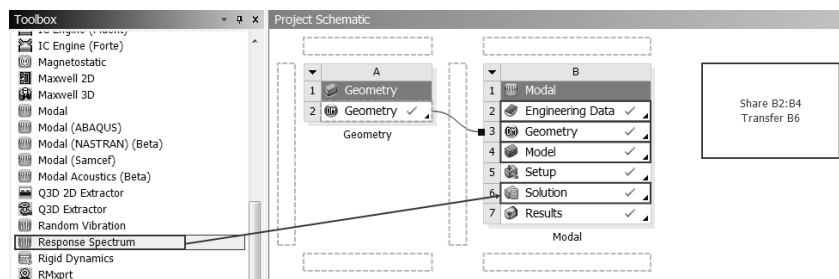

图 8-24 响应谱分析
Step1：回到 Workbench 主界面，如图 8-24 所示，选择 Toolbox(工具箱)中的 Analysis Systems Response Spectrum（响应谱分析）选项不放，直接拖曳到项目 B（Modal）的 B6 中。